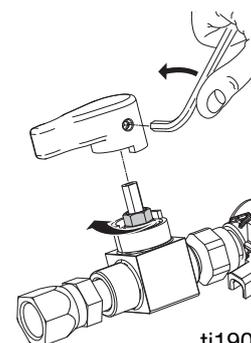

FIG. 10 Tuerca de empaquetadura de válvula de material
3. Afloje el tornillo de fijación y retire la manija. Consulte la FIG. 10.